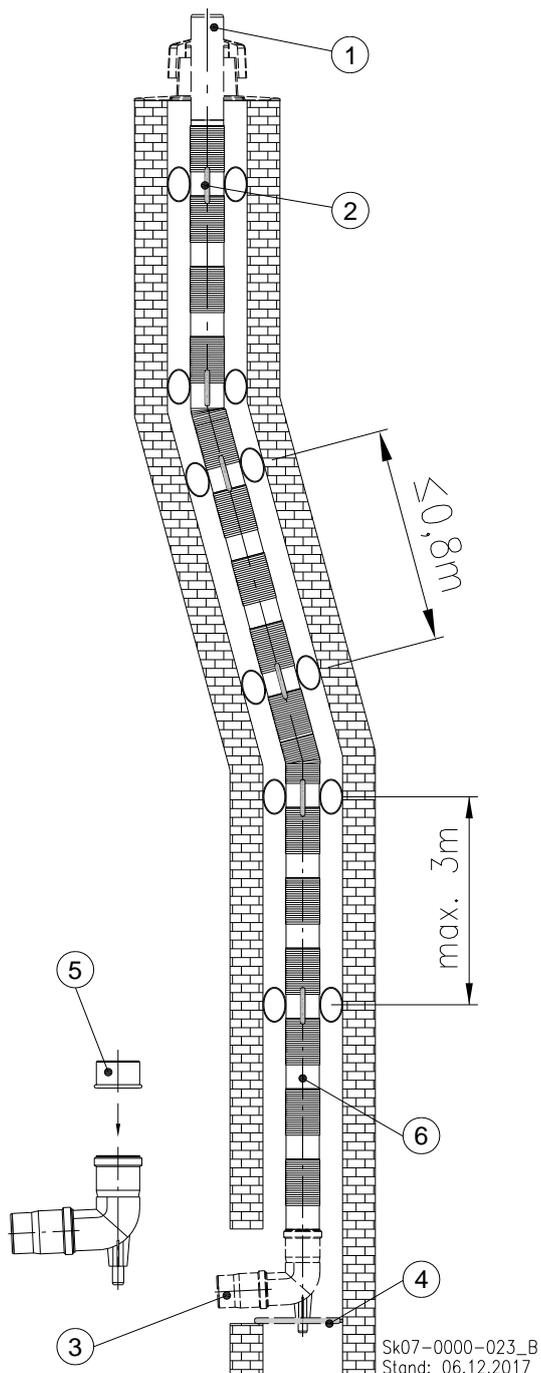
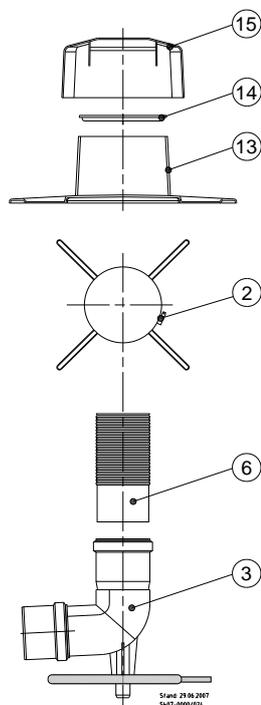

Fig. 43: Système de cheminée, flexible
Fig. 45: Plan détaillé fixation au terminal
Légende de la Fig. 43:
- ➔ Nettoyez et ébarbez le bord d'insertion du tuyau d'évacuation ⑥ (v. Fig. 43).
- ➔ Frottez l'extrémité d'insertion du tuyau d'évacuation ⑥ avec un lubrifiant non-acide.
- ➔ Insérez l'extrémité lisse du tuyau d'évacuation ⑥ sur le siège du coude de soutien. ③.
Légende de la Fig. 45:
- ➔ Glissez d'abord la partie inférieure cache de la cheminée ⑬ (v. Fig. 45) par l'extrémité du tuyau d'évacuation ① (v. Fig. 43).
- ➔ Elargissez la bride de serrage du tuyau flexible ⑭.
- ➔ Faites glisser la bride du tuyau flexible sur l'extrémité de la tuyauterie jusqu'en butée sur la plaque cache de la cheminée ⑬.